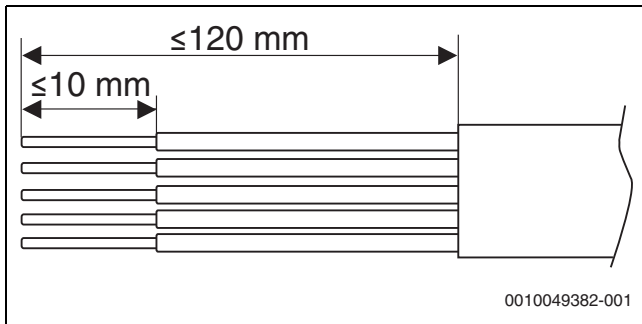

Fig. 33 Dénudage des fils pour le raccordement au réseau électrique
- ▶ Guider le câble de raccordement pour BUS CAN à travers les presse-étoupes gauches (1).
- ▶ Guider le câble de raccordement pour le raccordement au réseau électrique à travers les presse-étoupes droits (2).
- ▶ Dénuder le câble conformément à la → figure 33.